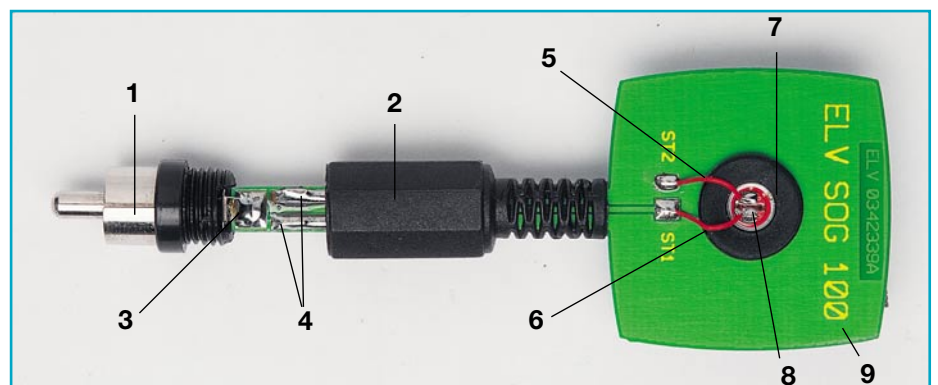

Bild 9: Detailfoto der fertig aufgebauten Mikrofonplatine
te zuvor das Mikrofon so gedreht werden, dass sich der GND-Anschluss (Abbildung 4, Pin Nr. 1) oberhalb der Lötfläche ST 2 befindet. Mit zwei 12 mm langen Feindrähten (0,3 mm Durchmesser), die auf beiden Seiten ca. 1 mm abisoliert werden, erfolgt die Verbindung zwischen den Mikrofonanschlüssen und den zugehörigen Löt pads. Der Masseanschluss des Mikrophones (Abbildung 4, Pin Nr. 1) ist an ST 2 anzulöten (Abbildung 9 [5]), der Signalanschluss (Abbildung 4, Pin Nr. 2) wird mit ST 1 verbunden (Abbildung 9 [6]). Beim Löten ist besondere Vorsicht geboten, zu langes bzw. zu heißes Löten am Mikrofon ist zu vermeiden.
Im ersten Schritt erfolgt die Montage des Mikrophones. Die Abbildung 9 zeigt Details zum Aufbau der Platine. Zunächst wird die Montagetülle (7) in die Bohrung der Platine (9) eingesetzt. Der Tülle kommt hier eine besondere Bedeutung zu: Sie muss für einen stabilen Halt des Mikrophones sorgen, gleichzeitig aber recht flexibel sein, um den vom Gehäuse des Basisgerätes kommenden Körperschall zu absorbieren.